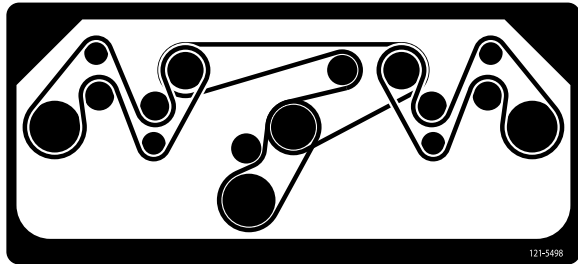

Рисунок 24
4. Проложите новый ремень вокруг шкивов и натяжного шкива в сборе, как показано на Рисунок 24.